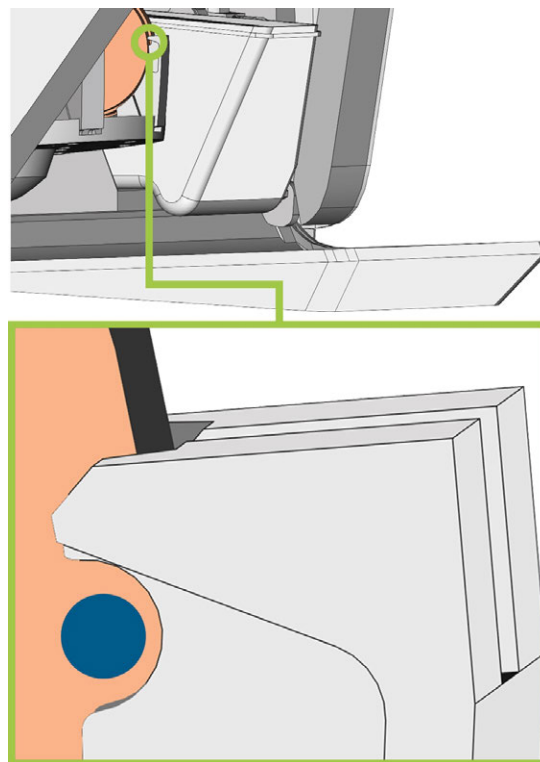

FIG. 55 LA MARQUE POUR LE SERRAGE (CERCLE BLEU) SE TROUVE DANS L'OUVERTURE DE LA MANETTE DE SERRAGE
10. Disques : Si le disque a été marqué pour le serrage, tournez légèrement le disque jusqu'à ce que la marque se trouve dans l'ouverture correspondante de la manette de serrage (Fig. 55 en dessous).